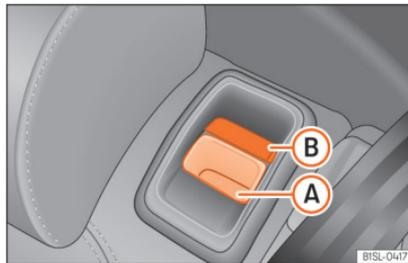

Abb. 94 Rück Sitz: Entriegelungstaste (A); rote Markierung (B).
- Entriegelungstaste » Abb. 94 (A) nach vorn ziehen und gleichzeitig die Rück Sitzlehne vorklappen.
- Die Rück Sitzlehne ist entriegelt, wenn eine rote Markierung an der Taste (B) zu sehen ist.